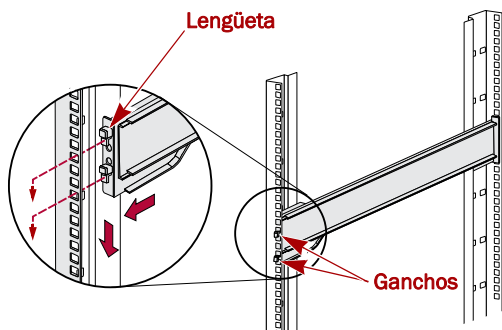

Figura 5. Instalación de la parte delantera del raíl
1. Instale el **raíl externo izquierdo** al bastidor (Figura 5):